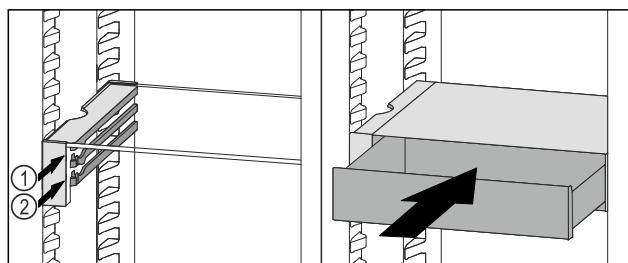

Fig. 63
- Nasadte zásuvku VarioSafe za zarážky na požadovaném žebru Fig. 63 (1) nebo Fig. 63 (2).